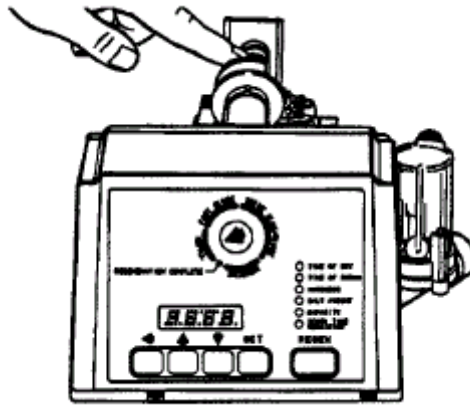
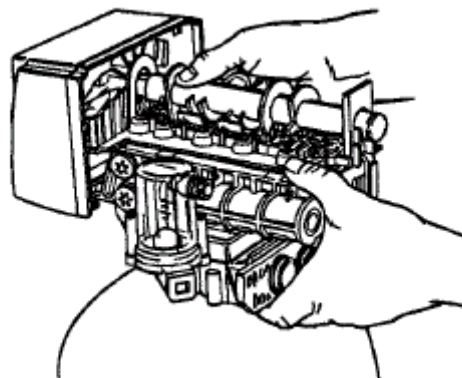

Figure 12
Figure 13
5. Pour retirer l'arbre à cames ou le réinstaller, la rainure sur l'arbre doit être située vers le haut. Ceci arrive lorsque le bouton indicateur est positionné en remplissage. Appuyer sur l'arrière de l'arbre pour le désengager du support arrière présent sur la plaque supérieure, figure 12. Le faire glisser pour le désengager du contrôleur. Figure 13.